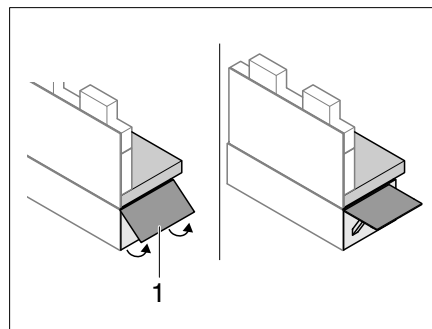

Fig. 147 Apertura della prolunga del divanetto
- Spingere la prolunga del divanetto (Fig. 147,1) verso l'alto.
- Inserire la stecca di sbloccaggio e richiudere la prolunga del divanetto (Fig. 147,1).